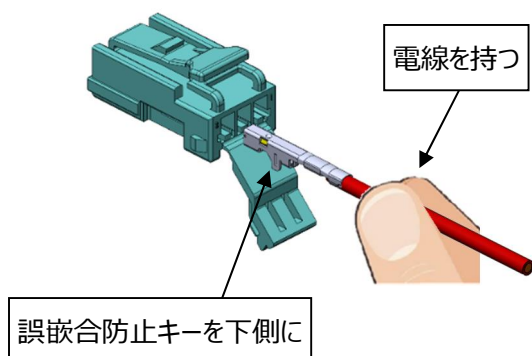

図 25. 端子挿入方向：一列タイプ
- ① 端子が正しく圧着されているか、傷・変形・異物の付着が無いかを確認して下さい。
- ② 図 25・26 に示す様にメス端子挿入時は電線を持って挿入して下さい。
- ③ 図 25・26 に示す向きで該当するハウジングのコアホールの奥に突き当たるまで挿入して下さい。
- ④ メス端子挿入後は、電線を軽く手前に引き、係止されているかを確認して下さい。